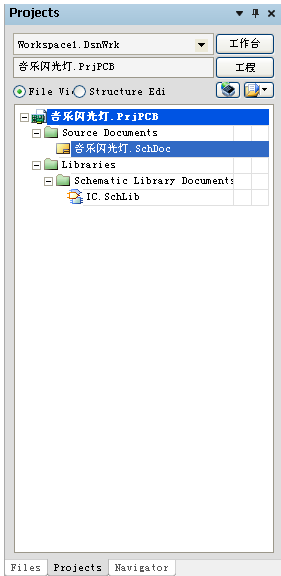

图 2-10 “Projects”面板
(1) “Projects (工程)” 面板：如图 2-10 所示。在该面板中列出了当前打开项目的文件列表及所有的临时文件，提供了所有关于项目的操作功能，如打开、关闭和新建各种文件，以及在项目中导入文件、比较项目中的文件等。